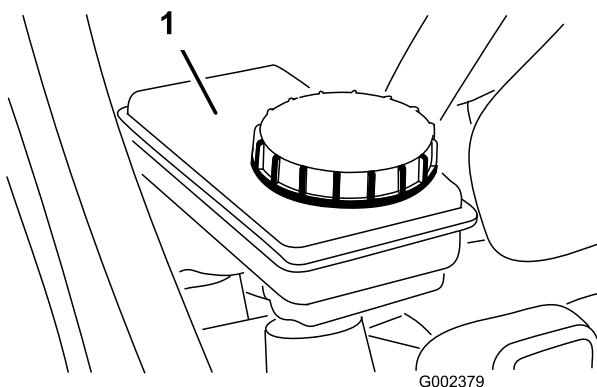

図 23
2. タンクの FULL マークまでオイルが入っているのを確認する(図 23)。